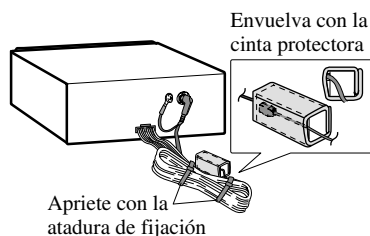

Fig. 10
- Cuando instale la caja de conexión de cable óptico con la atadura de fijación. (Fig. 10)